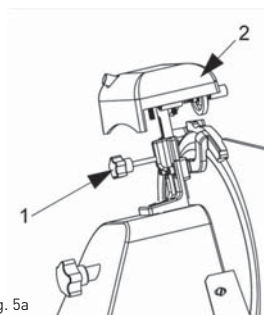

Fig. 5a
- svitare la manopola (pos.1, Fig.5a), sollevare l'affilatrice (pos.2, Fig.5a) nella posizione in cui si bloccherà, poi ruotare di 180°.